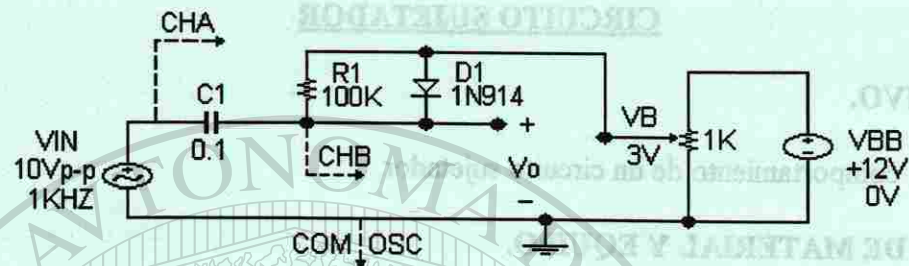

Figura 1. Circuito Sujetador.
- 3.-Explicar el comportamiento del circuito de la figura 1, cuando la fuente VBB es igual a -12 V.(Paso 6 del procedimiento).
En el circuito de la figura 1, durante el semiciclo negativo de la señal de entrada, el capacitor se carga hasta un voltaje igual a  $V_m - V_B$ .